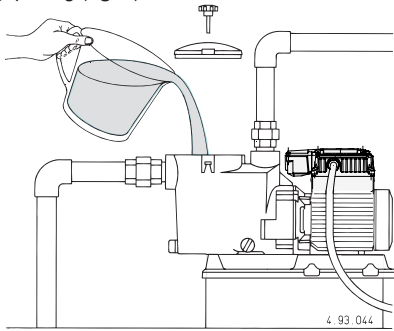

Fig. 2 Vullen
**waterniveau** staat (bij aanzuiging), dient de pomp gevuld te worden, via de opening op het filter nadat het deksel verwijderd is, tot aan het niveau van de zuigopening (fig. 2).